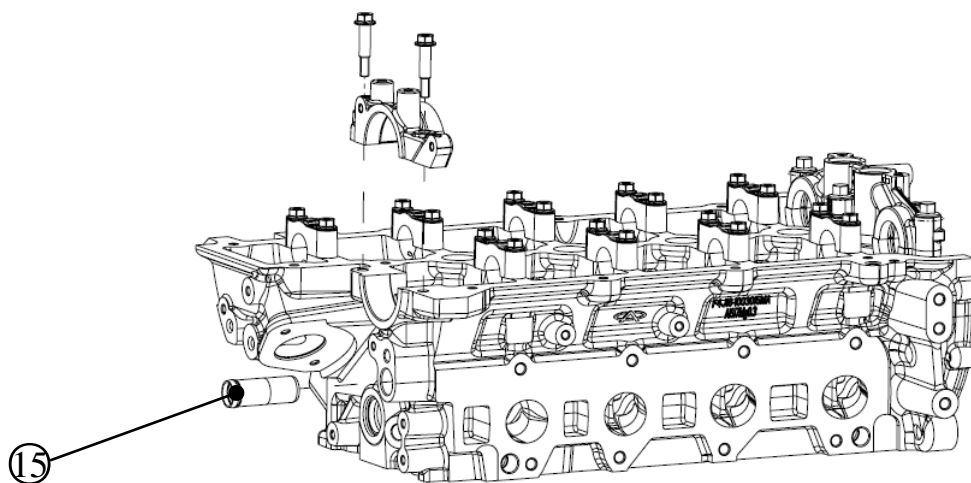

图 L-8 缸盖管接头装配
- 1)、将暖风进水管总成⑰置于缸盖的安装面上；
- 2)、将螺栓⑱导入螺孔后拧紧，见图 L-8。